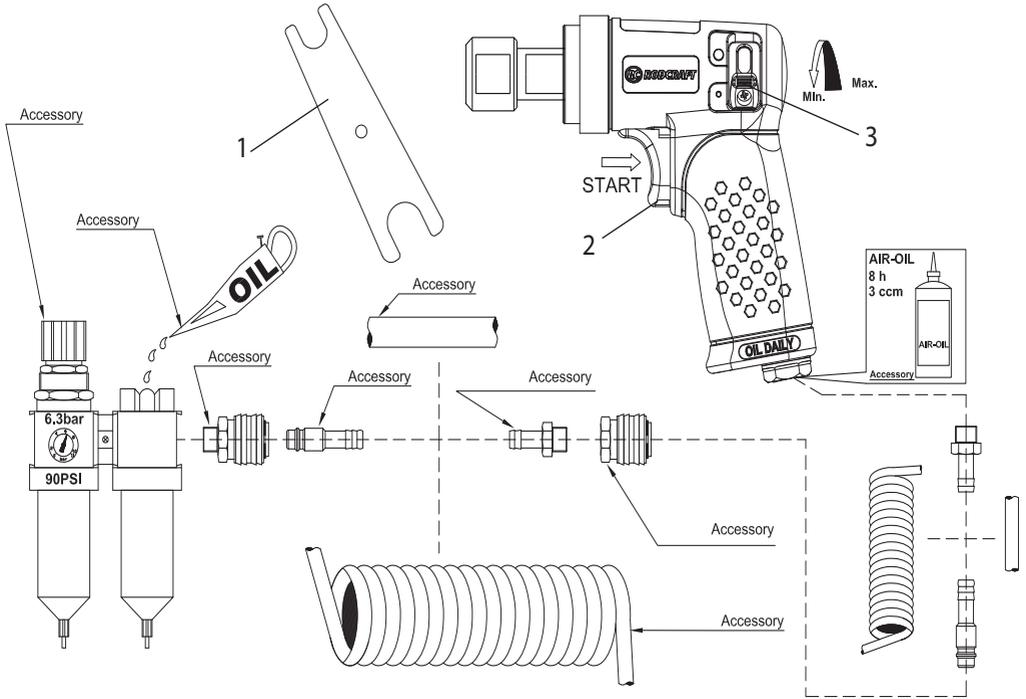

Fig. 01:
- Das Gerät laut Abb. 01 anschließen.
- Montieren Sie die Schleifscheibe mit dem mit dem Werkzeug mitgelieferten Schlüssel (1). Befestigen Sie das Zubehör korrekt am Werkzeug.
- Drücken Sie zum Starten der Maschine einfach auf den Drücker (2). Die Maschinendrehzahl steigt mit steigendem Druck auf den Drücker. Lassen Sie den Drücker oder Hauptschalter los, um die Maschine zu stoppen.
- Vor Inbetriebnahme immer auf die Position des Drehzahlschalters (3) achten, um unabsichtliche Drehzahlauswahl zu vermeiden.
- Den Drehzahlschalter (3) nur verwenden, wenn die Antriebsspinde vollständig stillsteht. Das Ändern der Drehzahl vor dem Stillstand der Antriebsspinde kann die Maschine beschädigen.
- Connect device as shown in Fig.01.
- Connect the grinding disk with wrench (1) delivered with the tool. Fix the accessories properly to the tool.
- To start the machine, simply push the trigger (2). Machine speed is increase by increasing pressure on the trigger. Release the main switch to stop.
- Prior to use, always observe the position of the speed switch (3) to avoid unintentional speed selection.
- Use the speed switch (3) only when the drive spindle comes to a complete stop. Changing the speed before the drive spindle stops may damage the machine.